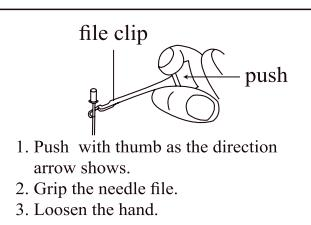

Bild 20
4.2.5 Clippen Sie die Feile mit einer Feilenklemme, nähern Sie sich dem Apex, dann ertönt ein kontinuierlicher Alarm, wenn der Abstand weniger als 2 mm beträgt [Abbildung 20].